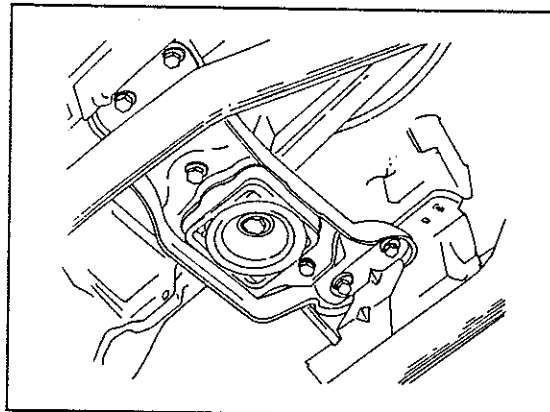

Bild 138
- Getriebetraverse mit Wärmeschutzblech von Bodengruppe und Getriebe abschrauben (1 Schraube in der Mitte und 4 Schrauben an den Seiten). Die Befestigung ist in Bild 138 gezeigt.